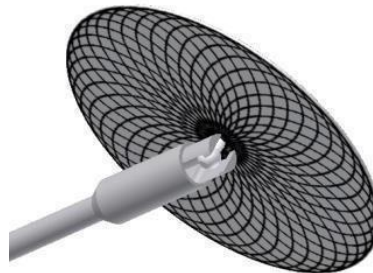

Fig. 2 Figulla Flex II UNI Occluder e sistema di rilascio (Flex-Pusher II o
- Un facile alloggiamento nell'apposita sede (Fig. 2), fuoriuscendo dal biotomo del sistema di rilascio agendo sul pulsante del Flex-Pusher II o sul grilletto del Pistol Pusher;